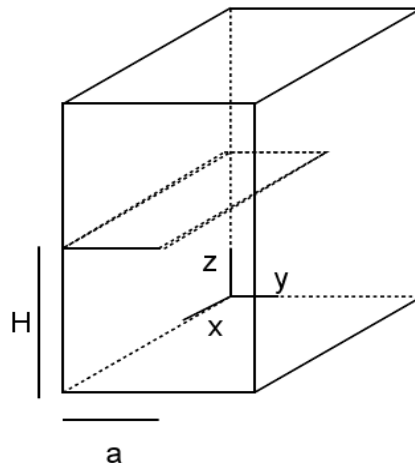

Figure 3.2-a : Barreau fissuré
- 1) si on souhaite définir un barreau fissuré de part en part dans son plan à la hauteur $z = H$ (voir [Figure 3.2-a], sur laquelle la fissure est hachurée) :
- 2) si on souhaite définir une fissure elliptique dans un massif infini dans un plan à la hauteur $z = H$ (voir [Figure 3.2-b], sur laquelle la fissure est hachurée) :